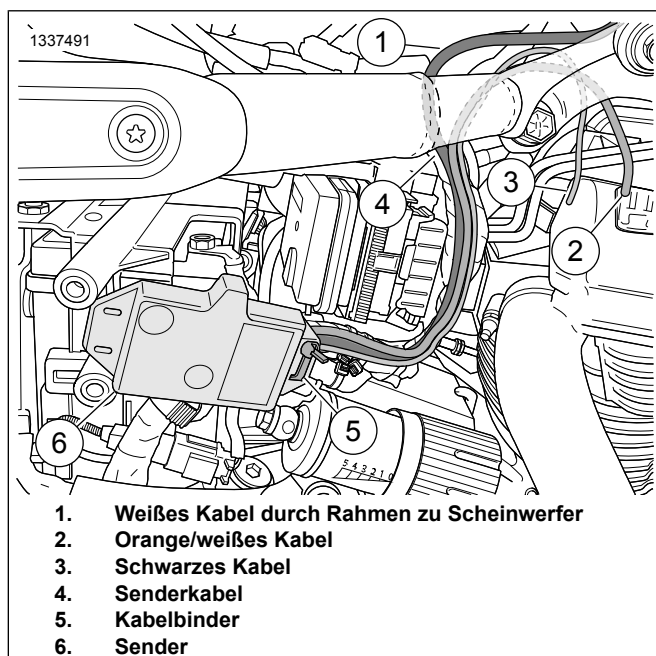

Abbildung 9. Senderbefestigung und Kabelverlegung (Softtail ab 2018)
2. Siehe Abbildung 9. **Am Sender:** Das orange/weiße Kabel (2) auf gleiche Länge wie schwarzes Kabel (3) zuschneiden. Abgeschnittenes orange/weißes Kabel aus Ummantlung entfernen.
- a. Sender (6) vor dem Hauptkabelbaum platzieren, mit Befestigung in nahezu horizontaler Position. Die aus dem Gehäuse austretenden Kabel sollten oben sein und nach innen zu den Fahrzeugkomponenten verlegt werden.
- b. Kabelbinder (5) an vorderem Schlitz des Sendergehäuses anbringen.
- d. Kabelbinder (5) festziehen.
4. Die Senderkabel (4) hinter die Kabel des Hauptkabelbaums führen. Den Kabeln des Hauptkabelbaums um das ABS/HCU-Modul und unter die Vorderseite des Sitzes folgen.